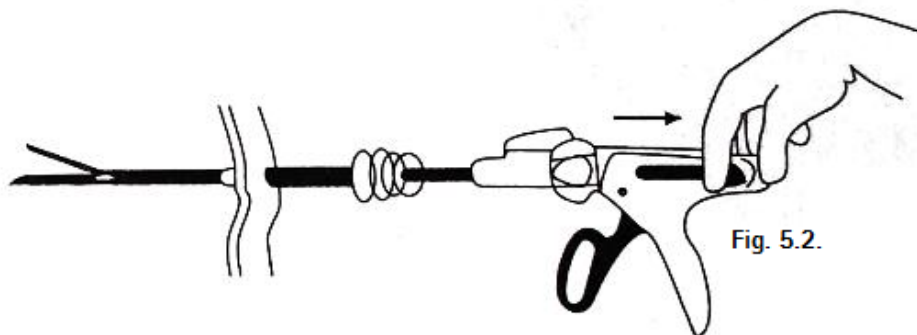

Fig. 5.2.
5.2 Uma vez dentro da cavidade do corpo, puxe completamente o botão de retorno para abrir as garras do grampeador (veja a Fig. 5-2).